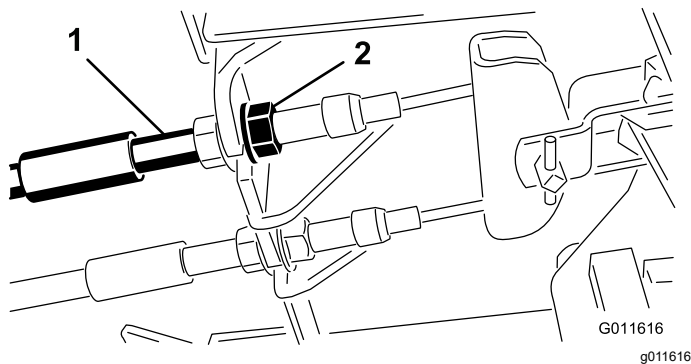

Figura 96
1. Para reducir la holgura de los pedales de freno, apriete los frenos aflojando la tuerca delantera del extremo roscado del cable de freno (Figura 96).